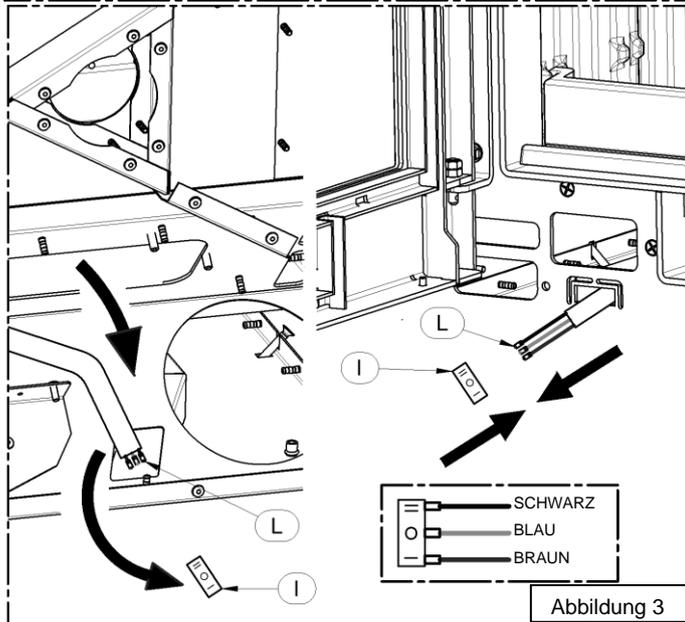

Abbildung 3
- 3) Den Bügel (E) mit den Schrauben (B) montieren und gewährleisten, dass der Abstand zwischen Bügelende und rückseitigem Einsatz in etwa 16 mm beträgt; siehe Abbildung 3.
- 3) Die Schrauben (H) und die Muttern (G) lösen; siehe Abbildung 3.